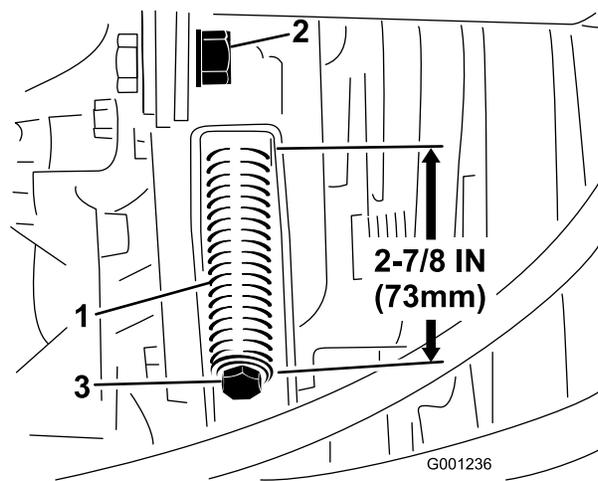

Рисунок 73
3. Ослабьте контргайку натяжного штока (Рисунок 73).
4. С помощью гаечного ключа на ½ дюйма затяните или ослабьте натяжную пружину ремня (Рисунок 73). Отрегулируйте пружину на длину 73 мм.
4. Используя гаечный ключ на 1/2 дюйма, полностью ослабьте натяжную пружину ремня (Рисунок 73).
6. Установите новый ремень механизма отбора мощности и затяните натяжную пружину шкива так, чтобы ее длина составила 73 мм (Рисунок 73).
7. Затяните контргайку (Рисунок 73) и закройте капот.